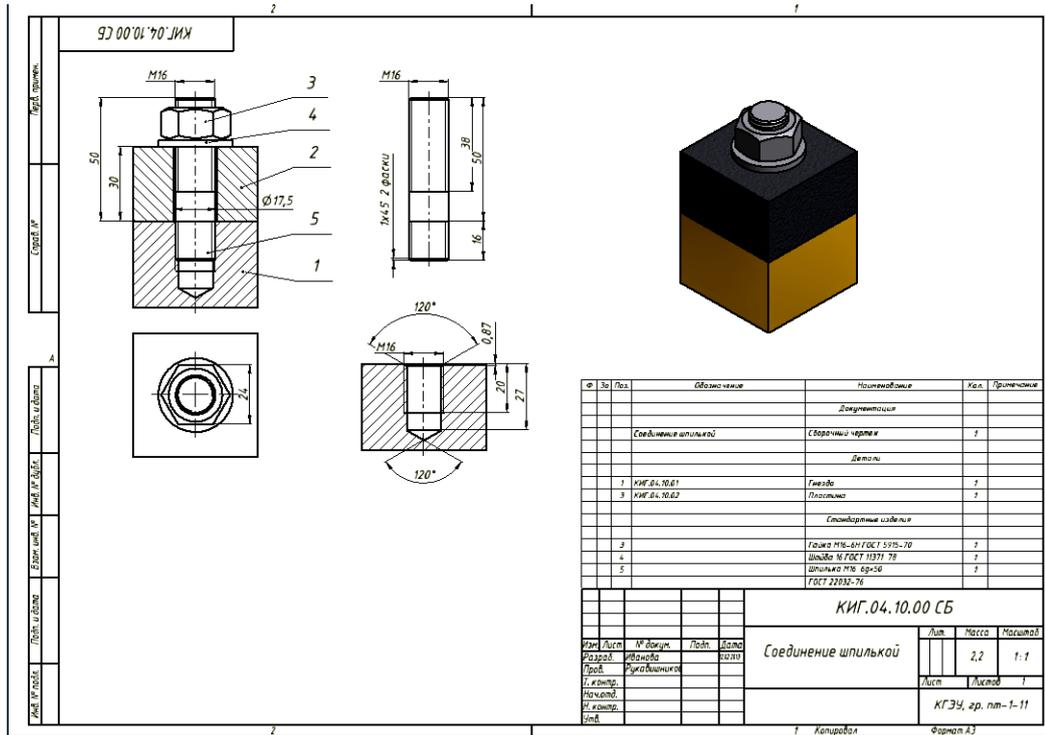

Рис. 4.50. Чертеж соединения шпилькой
20. Добавьте в учебных целях к видам соединения болтом еще два вида: гнезда под шпильку и шпильку, используя ранее полученные знания (рис. 4.50).